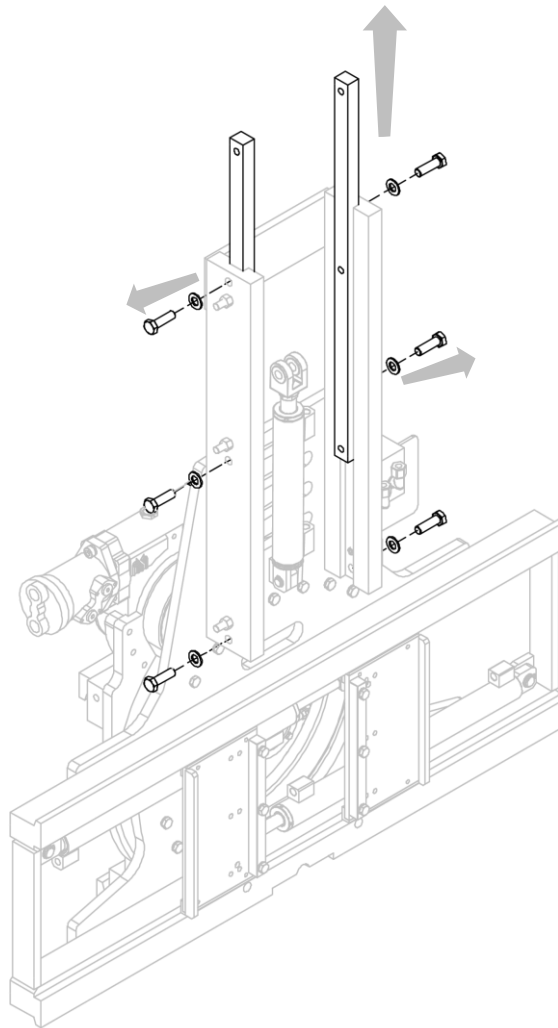

Figura 28
3. Retire los casquillos deslizantes después de aflojar las clavijas y desatornillar los tornillos correspondientes que las bloquean (mira *Figura 28*).